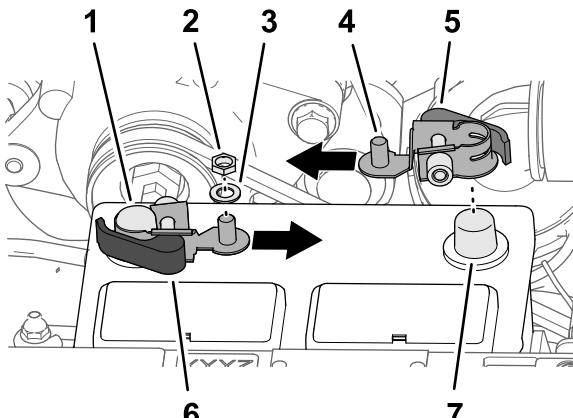

图209
1. 拆下红色和黑色手柄快速连接夹具上的六角螺母和垫圈 图209。
3. 如图209所示将快速连接夹具安装到电池负极上使夹具的螺纹柱朝向电池中心对齐。